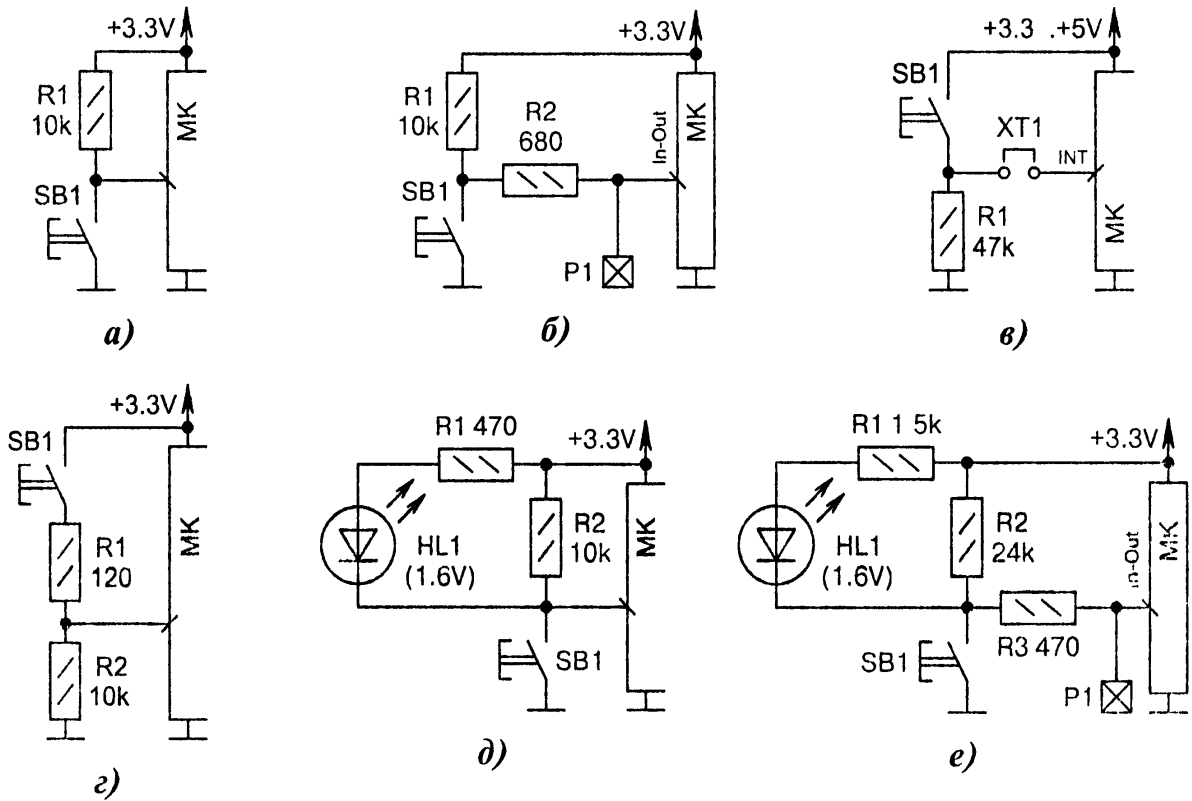

Рис. 2.8. Схемы подключения тактовых кнопок к МК (программная обработка):
При замыкании и размыкании контактов кнопки между её пластинами возникают микроискры. Они служат источником помех «дребезга» контактов. Для устранения помех используют программные (Рис. 2.8, а...е) или программно-аппаратные способы (Рис. 2.9, а...м).
- е) симбиоз схем Рис. 2.8, б и Рис. 2.8, д, но с другими номиналами радиоэлементов